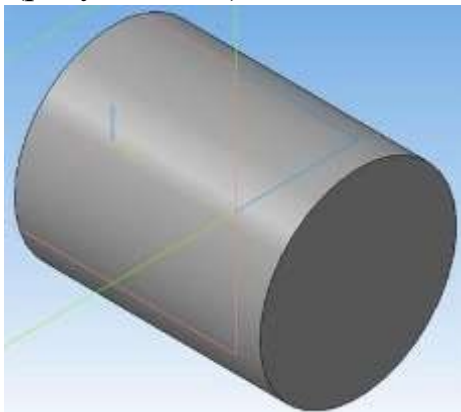

Рисунок 15.2 – Полутоновое отображение модели
11. На Инструментальной панели Вид выберите команду **Полутоновое, Полутоновое с каркасом** (рисунок 15.2).